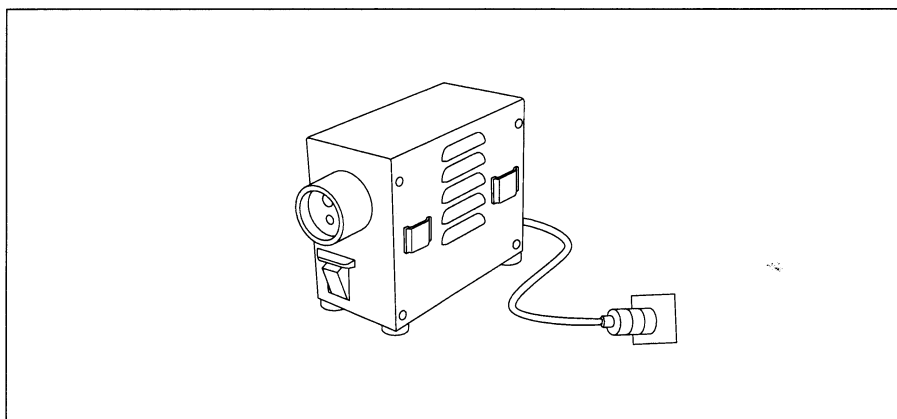

Рис. 3.2
3. Вставьте вилку на другом конце шнура в стенную розетку питания. (См. рис. 3.2.)